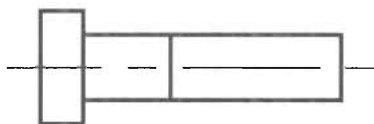

图 2-99
(2) 新建一个文件, 在该文件中新建两个图层, 设置图层 1 的线宽为 0.3, 设置图层 2 的线型为“点画线”, 用直线绘制出如图 2-99 所示的图形, 并将中心线和轮廓线分别放置在两个图层中。